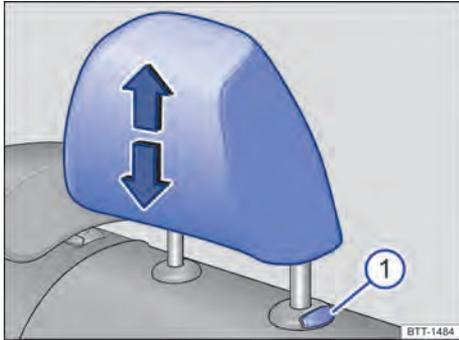
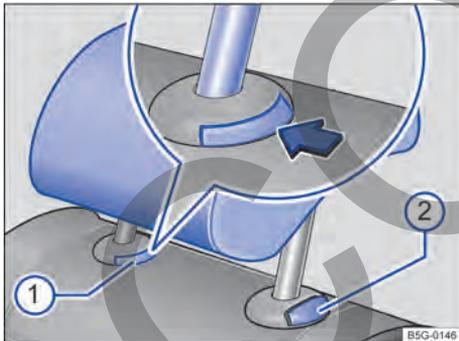

Fig. 67 En las plazas laterales traseras: desmontar el apoyacabezas.
Fig. 68 En la plaza central trasera: desmontar el apoyacabezas.
2. Baje el apoyacabezas a la vez que presiona la tecla → fig. 67 ① o → fig. 68 ①.
2. Extraiga el apoyacabezas completamente a la vez que presiona la tecla → fig. 67 ① o → fig. 68 ①.